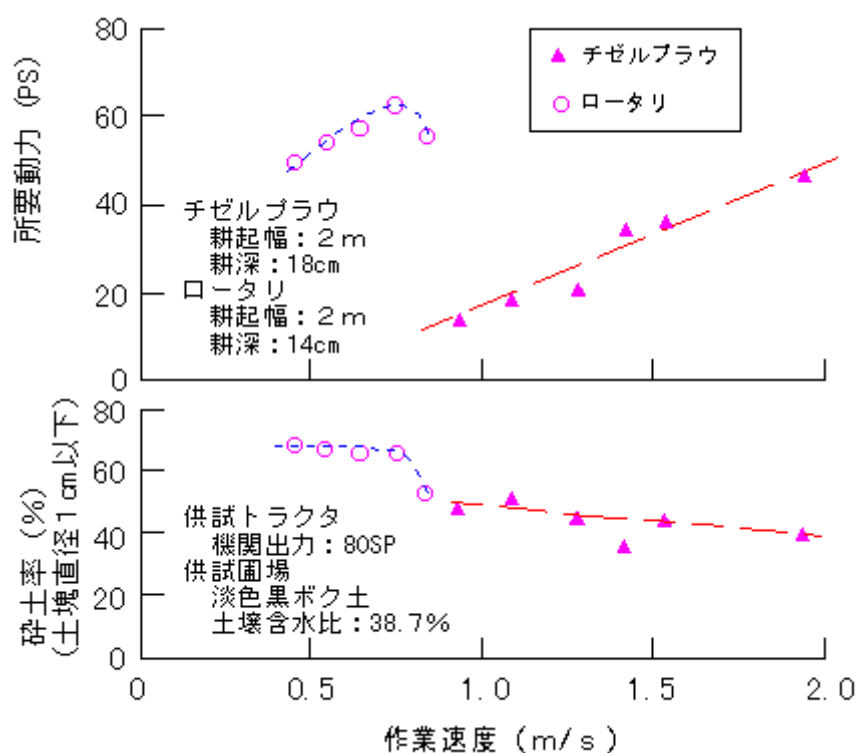

図4 チゼルプラウとロータリの所要動力と碎土率
(4)チゼルプラウは作業速度による碎土率の変化が少なかった。一方、ロータリは耕うん軸の回転数が一定であることから、作業速度が早くなるにつれて耕うんピッチ(耕うん爪1回転当たりの進行距離)が大きくなり、限界速度を超えると碎土性が急激に低下した。同一出力のトラクタであればチゼルプラウはロータリの約2倍の速度で作業が可能であった(図4)。